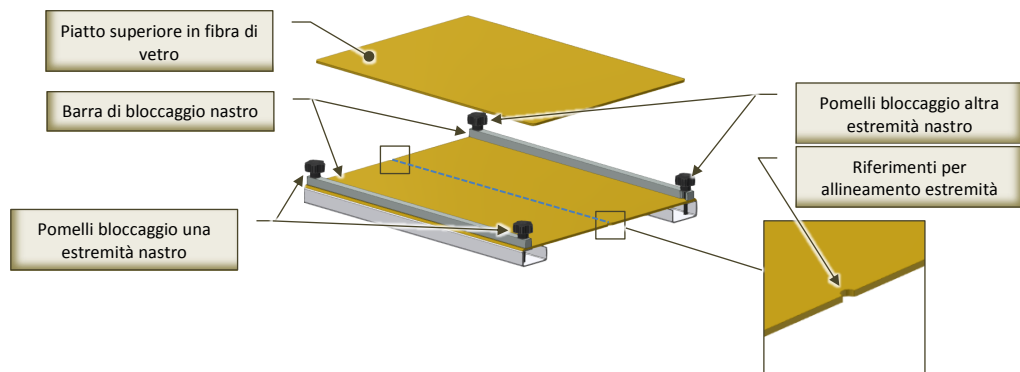
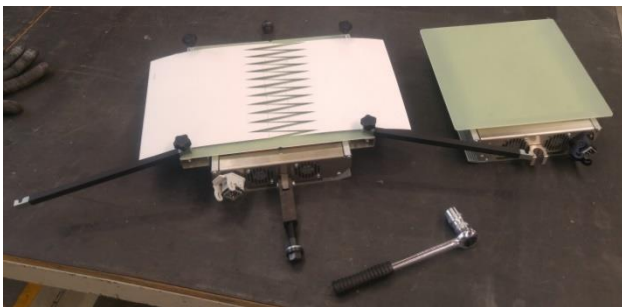

Fig. 8-3 - Posizionamento nastro Fabric su piastra di giunzione (parti)
Fig. 8-4 - Posizionamento nastro Fabric su piastra di giunzione
2. Nel caso si voglia riparare un nastro Fabric, caricarlo nella piastra di giunzione (Fig. 8-3 e Fig. 8-4):